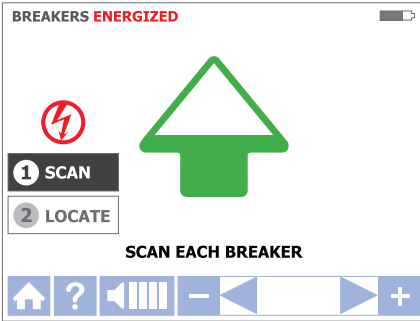

Figura 3.4b
- a. La unidad se iniciará automáticamente en modo 1 **SCAN (LECTURA)** como se muestra en la Figura 3.4b.